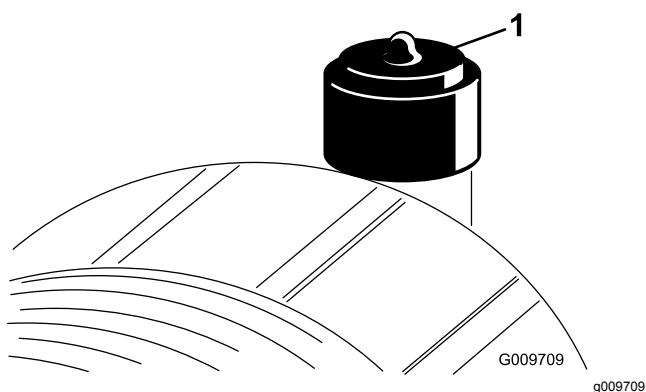

図 80
2. インジケータ図 80 が赤になっている場合はリセットする。